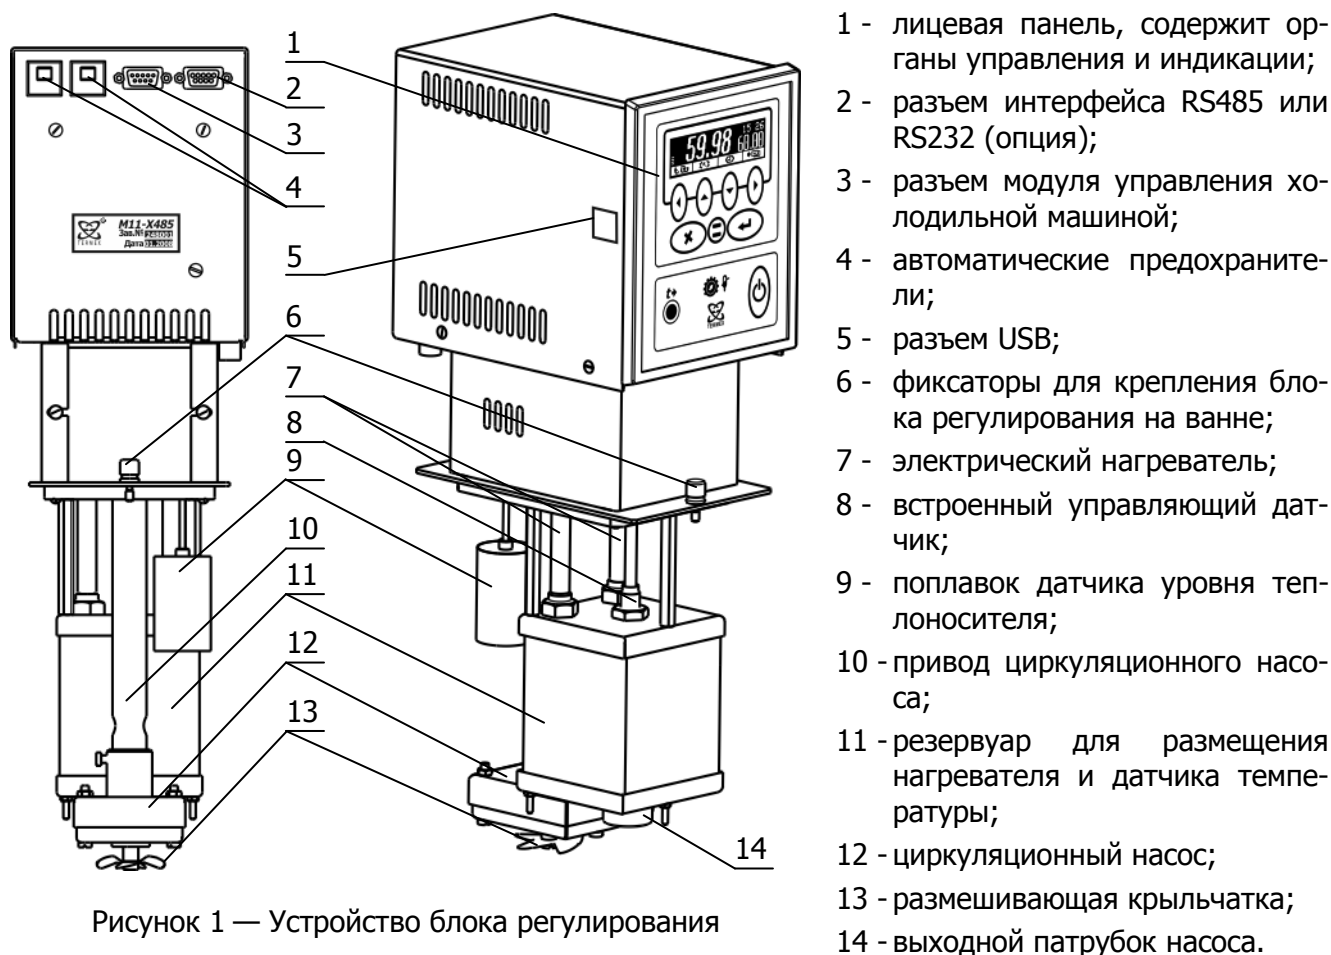

Рисунок 1 — Устройство блока регулирования
1.4.2 Работа блока регулирования заключается в поддержании заданной температуры потока теплоносителя, прокачиваемого насосом 12 через резервуар 11 (рисунок 1).
В процессе работы блока регулирования на дисплее 15 отображается температура теплоносителя, значение уставки (задание), мощность нагрева, текущее время и дополнительная служебная информация. Установка режимов работы блока регулирования осуществляется органами управления, расположенными на лицевой панели 1 (рисунок 1).
2.2.1 Установить блок регулирования на ванне так, как указано в руководстве по эксплуатации термостата и закрепить винтами 6 (рисунок 1).